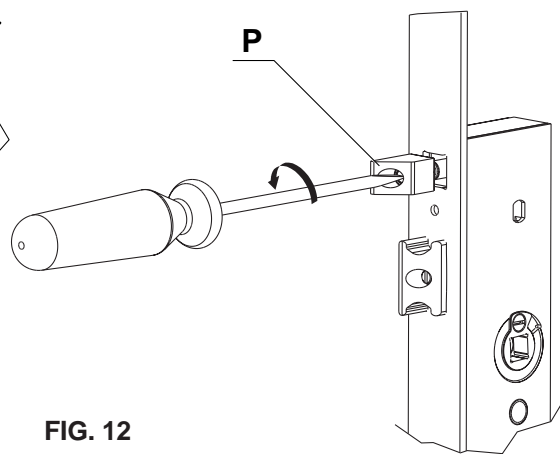

FIG. 12
- Extraiga el pistón antiforzamiento "P" (Fig. 12)